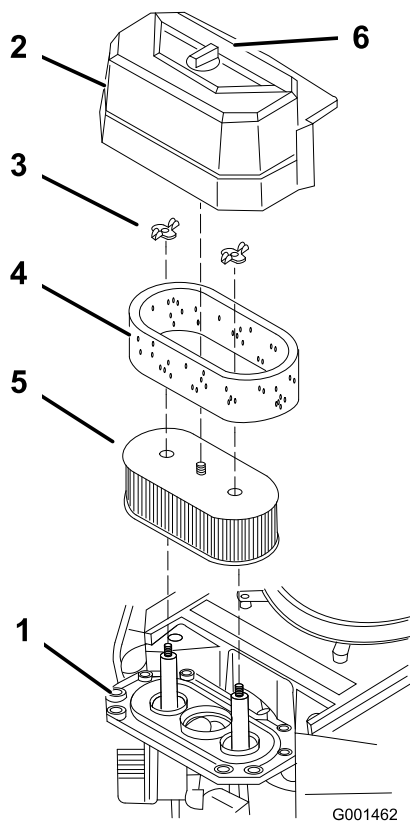

Bild 22
3. Reinigen Sie den Bereich um den Luftfilter herum, um zu verhindern, dass Schmutz in den Motor fällt und Schäden verursacht (Bild 22).
4. Schrauben Sie das Handrad los und entfernen Sie die Luftfilterabdeckung (Bild 22).
5. Nehmen Sie die zwei Flügelmutter und dann den Luftfilter ab (Bild 22).
6. Ziehen Sie den Schaumeinsatz vorsichtig vom Papiereinsatz (Bild 22).
1. Reinigen Sie nicht den Papierfilter. Tauschen Sie ihn nach jeweils 200 Betriebsstunden aus (Bild 22).
1. Schieben Sie den Schaumeinsatz vorsichtig auf den Papierluftfiltereinsatz (Bild 22).
2. Schieben Sie den Luftfilter auf das Luftfilterunterteil und befestigen Sie ihn mit den 2 Flügelmutter (Bild 22).
3. Setzen Sie die Abdeckung des Luftfilters auf und ziehen Sie das Abdeckhandrad fest (Bild 22).